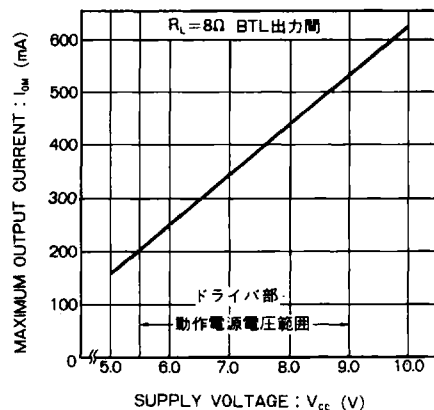

Fig.2 電源電圧-最大出力電流
* ドライバ部の最大出力振幅によって制限を受ける最大出力電流と、電源電圧の関係については Fig.2 を参照してください。